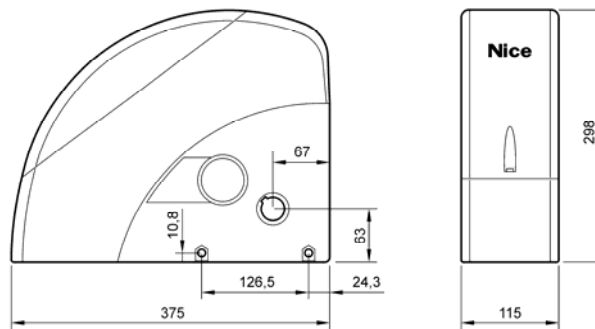

Fig. 2
• Vérifier que l'environnement choisi pour l'installation est compatible avec l'encombrement total de l'opérateur Soon (Fig. 2).
#### 3.3 VÉRIFIER LES LIMITES D'UTILISATION DU PRODUIT (voir Fig. 2)